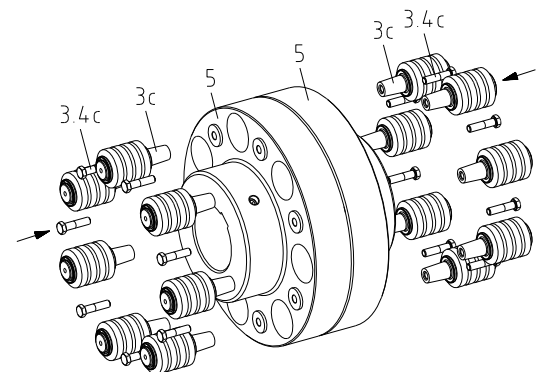

Bild 16
- Setzen Sie die Bolzen (Bauteil 3c) in die größeren Bohrungen der Nabe Teil 5 ein (siehe Bild 16).
- Verschrauben Sie die Bolzen mit den Sechskantschrauben (Bauteil 3.4c) und ziehen diese mit einem Drehmomentschlüssel gleichmäßig auf die in Tabelle 4 angegebenen Anziehdrehmomente an (siehe Bild 16).